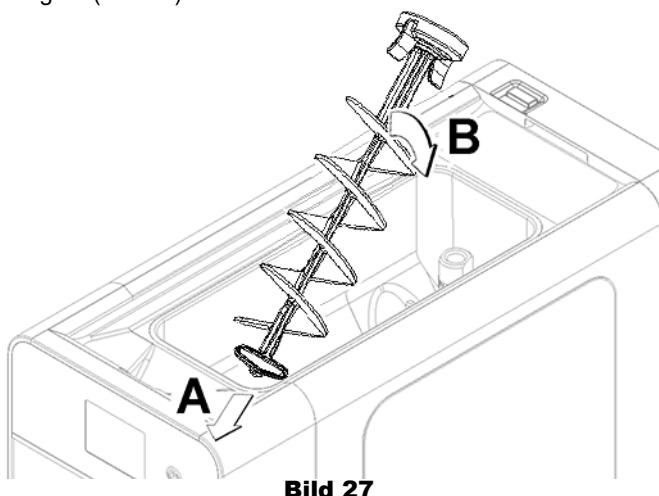

Bild 27
- 6** Das Mischwerk wieder montieren, dabei darauf achten, die Enden in die speziellen Aussparungen im oberen Behälter einzufügen .(Bild 27)